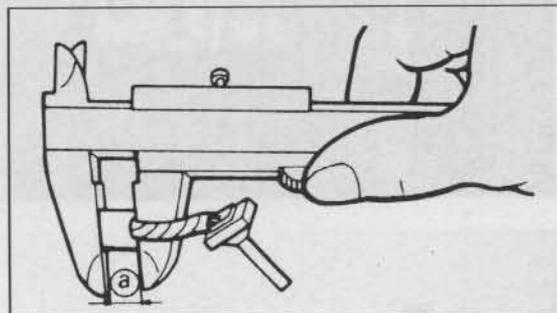

Bild 74
- --- Bürstenlänge messen, Verschleissgrenze 5 mm (Bild 74).